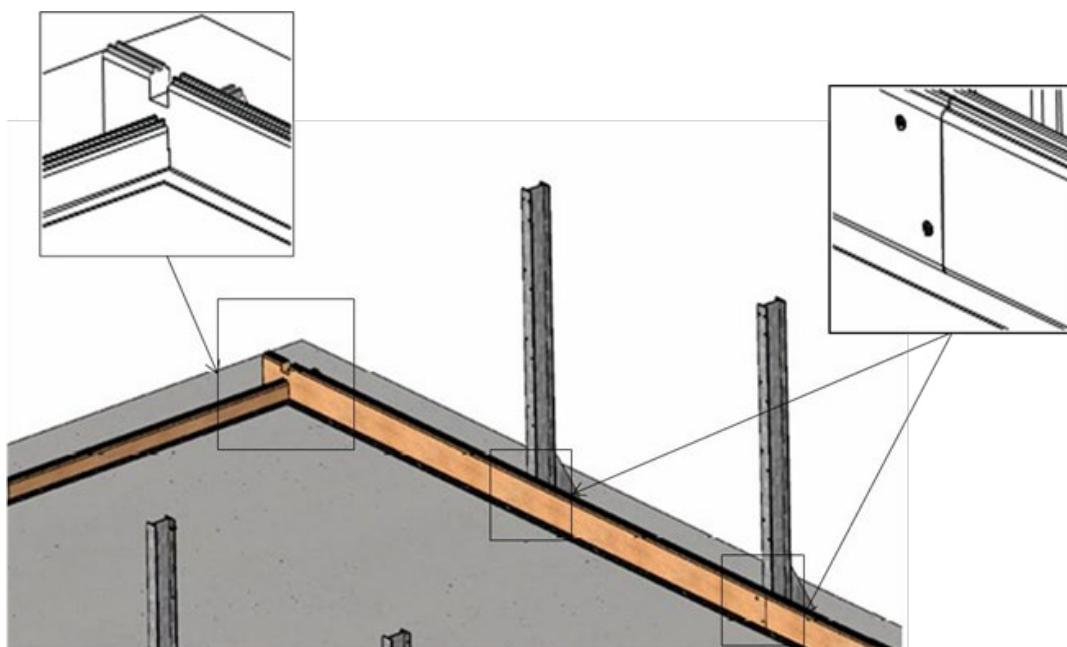

Figure 10 – Verrouillage des madriers entre eux
- entre elles comme indiqué à la *Figure 10*, à l'aide de 2 vis par paire de lames, et sur les deux côtés comportant chacun 10 lames de hauteur, soit un total de 80 vis à tête fraisée  $5 \times 40$  en inox A4 torx filetées sur 25 mm (sachet C)